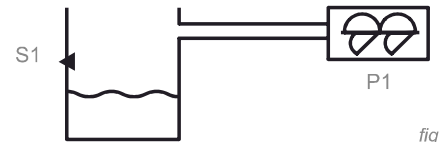

fig. 3
- El controlador da tensión a los bornes 9 y 10 que pueden ser empleados para conectar cualquier otro tipo de alarma (fig. 3).